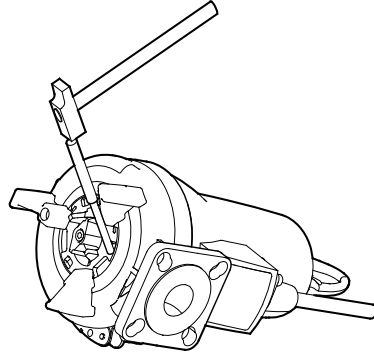

Fig. 11 Desmontaje del anillo triturador
1. Aflojar el tornillo (pos. 188a) de uno de los pies de la bomba.
2. Aflojar el anillo triturador (pos. 44) aflojándolo/girándolo de 15 a 20° en el sentido de las agujas del reloj. Ver fig. 11.